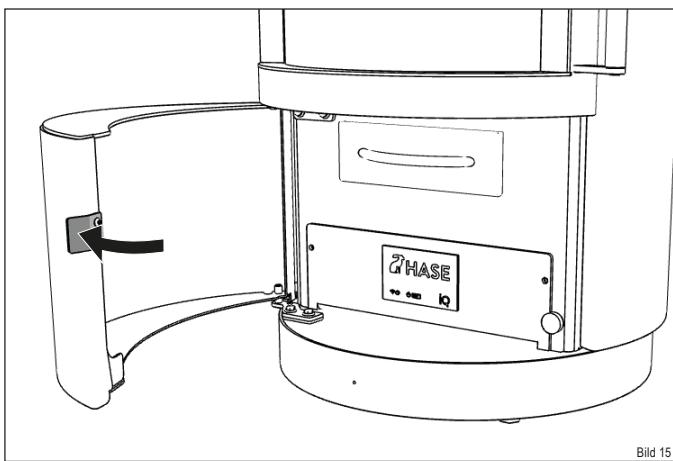

Bild 15
- Öffnen Sie die Bedienungstür (Bild 15).